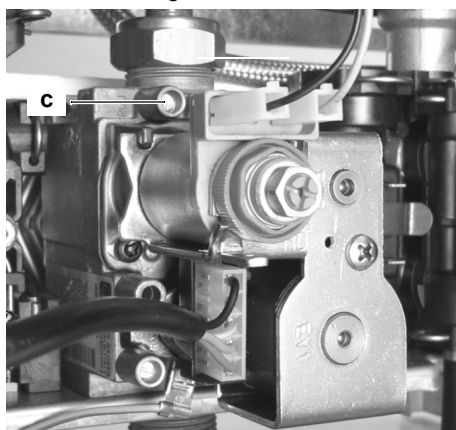

Figura 7.12 Presa di pressione gas.
- 4 Aprire la presa di pressione **c** in **Figura 7.12** e collegare un manometro.
17 Chiudere la presa di pressione **c** in **Figura 7.12**